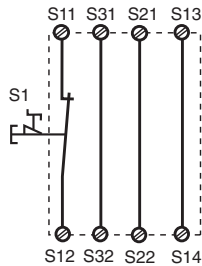
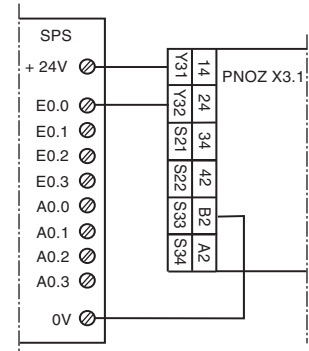

Fig. 2: Eingangskreis einkanalig, automat. Start/Single-channel input circuit, automatic reset/Commande par 1 canal, validation automatique
Fig. 10: Anschlußbeispiel für Halbleiterausgang/Connection of semiconductor output/ Câblage de la sortie statique
In Fig. 2 ... Fig. 10 sind Anschlußbeispiele für NOT-AUS-Beschaltung mit automatischem und überwachtem Start, Schutztüransteuerungen sowie Kontaktvervielfachung durch externe Schütze.
- Fig. 2 und 7: **keine** Verbindung S33-S34. Das Gerät startet bei Spannungsausfall und -wiederkehr automatisch. Verhindern Sie einen unerwarteten Wiederanlauf durch externe Schaltungsmaßnahmen.
In Fig. 2 ... Fig. 10 are connection examples for Emergency Stop wiring with automatic and monitored reset. Safety gate controls as well as contact expansion via external contactors.
- Fig. 2 and 7: S33-S34 **not** connected. The device starts automatically after loss of power. You should prevent an unintended start-up by using external circuitry measures.
Les figures 2 à 10 représentent les différents câblages possibles du PNOZ X3 à savoir : poussoir AU avec réarmement automatique ou auto-côntrolé, interrupteurs de position et augmentation du nombre des contacts de sécurité par contacteurs externes.
- Fig. 2 et 7: **pas** de câblage sur S33-S34. L'appareil se réarme automatiquement après une coupure et une remise sous tension. Evitez tout risque de redémarrage par un câblage externe approprié.